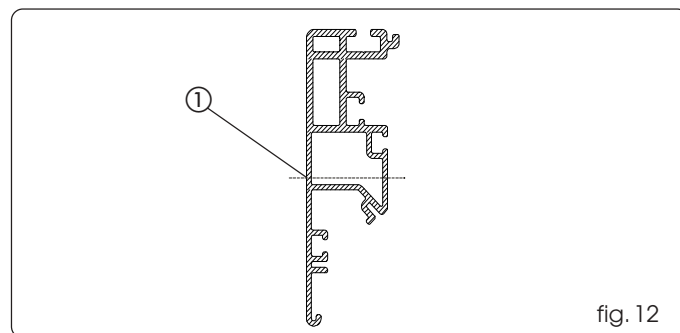

fig. 12
- 3) Réaliser les trous nécessaires sur le profil autoporteur, à l'endroit indiqué dans la fig. 12 réf. ①.